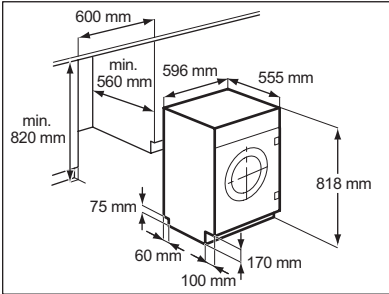

Fig. 1
- Questa apparecchiatura è stata progettata per il montaggio a incasso in un mobile. Il vano d'incasso deve avere le dimensioni illustrate in Fig. 1.